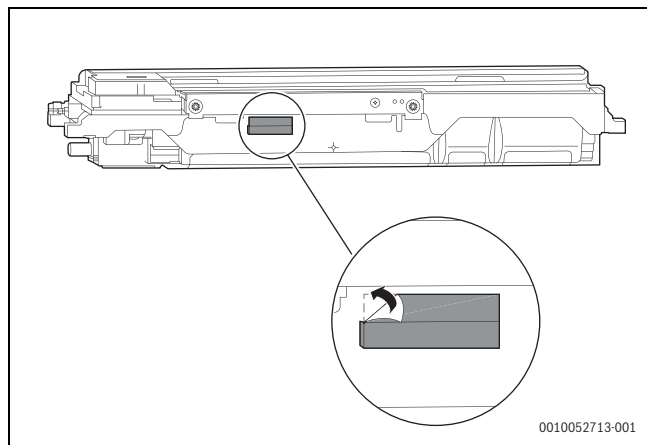

Fig. 2
2. Fijar dos cajas de placa adaptadora y sujetarlas con dos listones de doble cara (fig. 2).